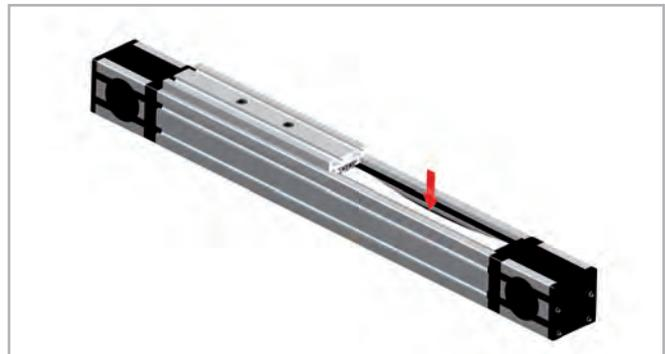

Fig. 64
2. Pressez et déplacez légèrement la courroie crantée au milieu de sa longueur afin que vous puissiez voir les rails intérieurs (voir fig. 64). Il faut éventuellement desserrer ou relâcher la tension de la courroie. Pour cela voir chapitre Tension de la courroie (voir p. US-59)